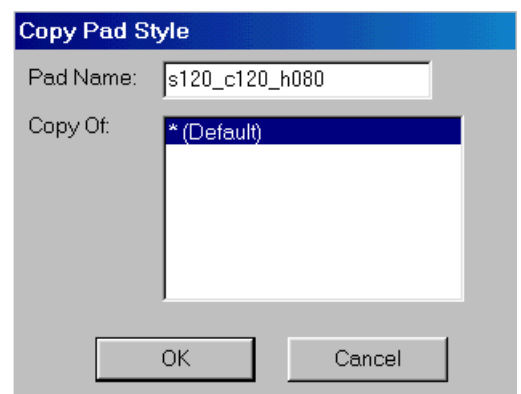

Рис. 7-16. Задание имени нового стиля
3) На появившейся панели **Copy Pad Style** (рис. 7-16) в окне *Pad Name* (имя стека) наберите **c110\_p130\_h090** и нажмите кнопку ОК.